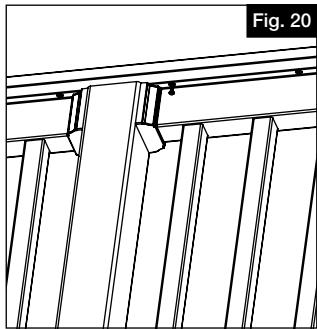

Fig. 20
- b. Introduzca los tornillos #10 de  $\frac{3}{4}$ " desde la parte inferior del travesaño, centrados, a través de los agujeros ranurados y en el tablón (Fig. 20).